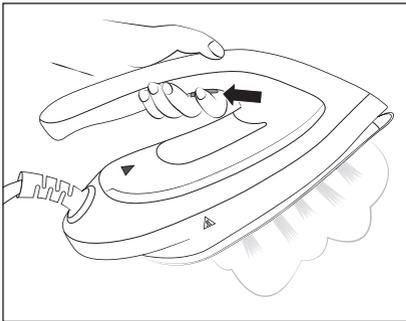

Fig. 5
- 2) Tag dampstrygejernet **1** af afsætningsfladen **17**, og tryk på dampknappen **2** (se fig. 5), når du stryger. Der slipper damp ud af dampåbningerne i strygesålen **4**.